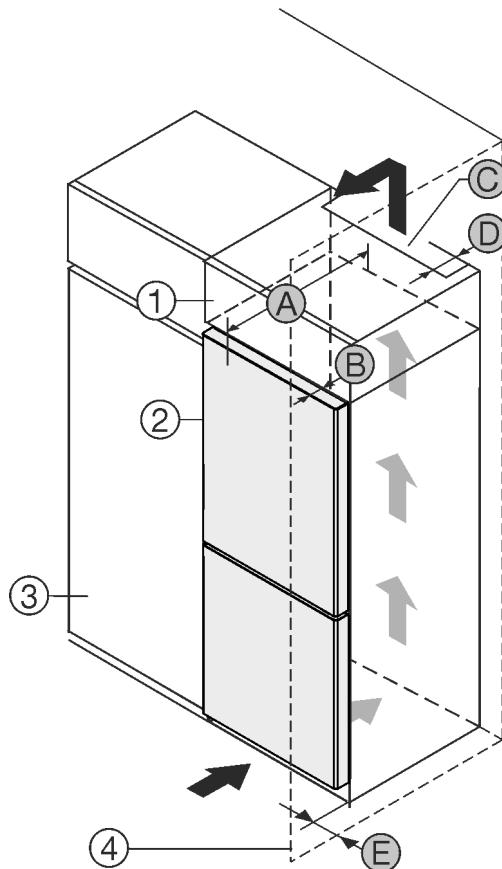

Fig. 1
Ви можете встановити пристрій безпосередньо поряд із кухонною шафою Fig. 1 (3).
Зі зворотного боку шафи для встановлення на пристрой слід передбачити вентиляційну шафу завглишки Fig. 1 (D) на всю ширину цієї шафи.
Слід дотримуватись вентиляційного отвору Fig. 1 (C) в стелі приміщення.
Якщо пристрій із шарнірами встановлюється поряд зі стіною Fig. 1 (4), відстань між пристроєм і стіною повинна бути не менше 13 мм.
Якщо пристрій із шарнірами встановлюється поряд зі стіною Fig. 1 (4), відстань між пристроєм і стіною повинна бути не менше 20 мм.
Щоб мати можливість повністю відкривати дверцята, потрібно, щоб пристрій виступав на відстань глибини дверцят Fig. 1 (B) відносно передньої панелі кухонної шафи. Залежно від глибини кухонних шаф Fig. 1 (3) та використання пристінних розпірок пристрій може ще більше виступати вперед.